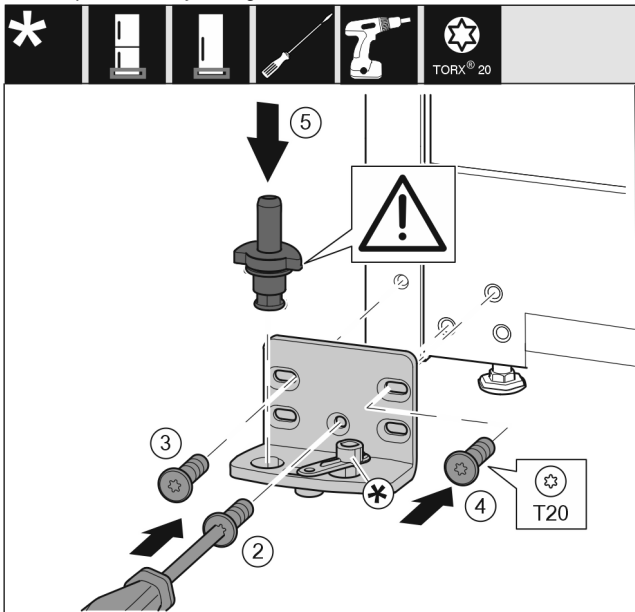

Fig. 14
- Ložiskovú konzolu nasadte na druhú stranu a priskrutkujte ju pomocou skrutkovača T20. Začnite skrutkou 2 dole v strede. Fig. 14 (2)
- Pevne zaskrutkujte skrutku 3 a 4. Fig. 14 (3,4)
- Ložiskový čap úplne nasadte. Dbajte pritom na to, aby zaisťovací doraz ukazoval smerom dozadu. Fig. 14 (5)